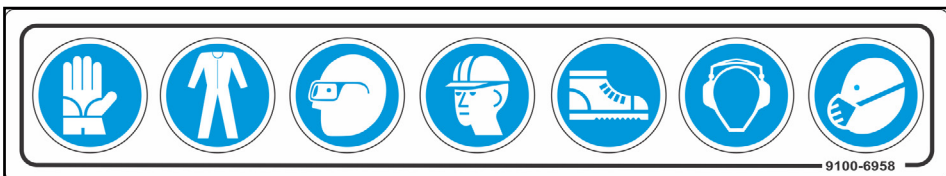

Figura 24
- Sempre que tiver que fazer manutenção, utilize os equipamentos de segurança EPIS's indicados no manual (Figura 24).